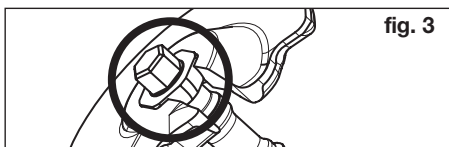

fig. 3
- De zeskantkap van de spindel ① van boven in de uitsparing van de bovenste spanplaat laten zakken **Fig. 3**.
- Controleren of de zeskantkap goed zit **Fig. 3**.